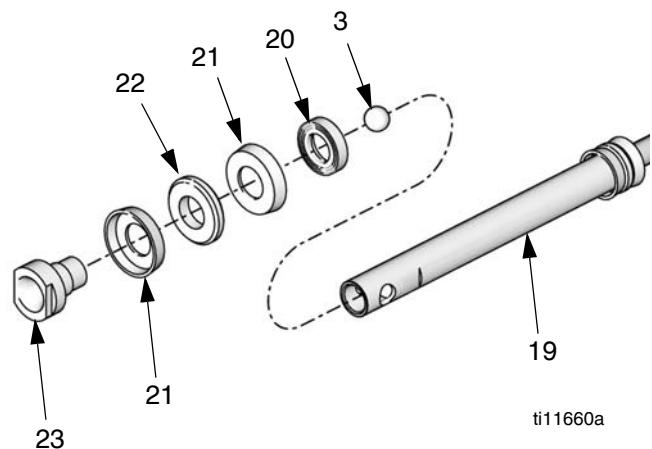

Рис. 16
3. Смажьте уплотнения поршня (21) и подшипник (22) консистентной смазкой № 2 на литиевой основе. Установите одно уплотнение поршня (21) кромками вниз, подшипник (22) и второе уплотнение поршня (21) кромками вверх на поршне (23). Установите опорную шайбу (20) пазами вниз. См. Рис. 16 на стр. 18.
4. Поместите шарик (3) сверху на корпус поршня (23) и свинтите вместе корпус поршня и шток жидкостного поршня (19). Затяните с моментом 41–48 Н•м (30–35 футо-фунтов). Навинтите корпус клапана поршня (29) на нижний соединительный шток (19). См. Рис. 16 на стр. 18.
5. Установите уплотнение (51) кромками вниз в раме поршневого насоса (36), затем установите подшипник (31).